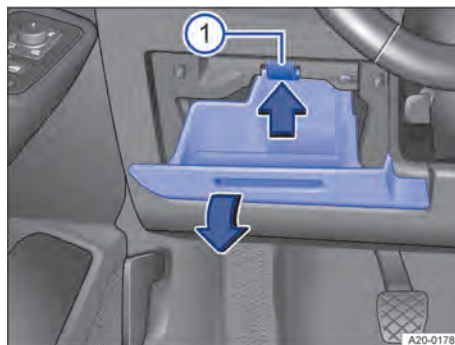

Fig. 190 Cache de la boîte à fusibles dans le tableau de bord : véhicules à direction à gauche, à gauche du volant
1. Ouvrez le rangement et videz-le si nécessaire → fig. 190.
2. Poussez l'ergot de fixation vers le haut dans le sens de la flèche tout en continuant d'ouvrir et de retirer le rangement dans le sens de la flèche jusqu'à ce que le porte-fusible soit accessible → fig. 190 ①.